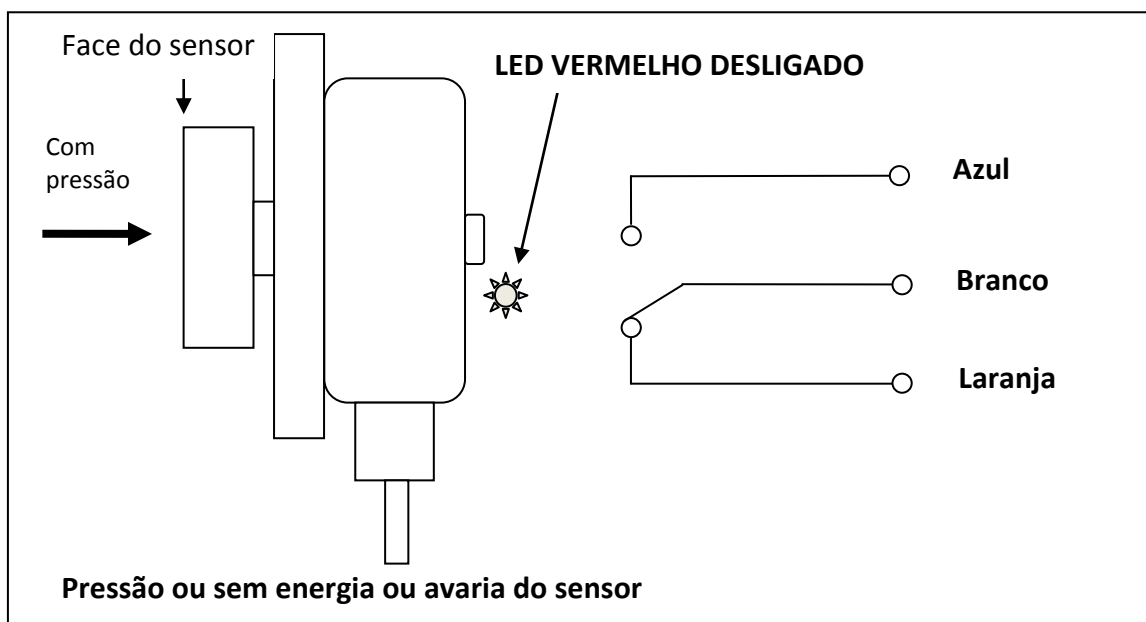
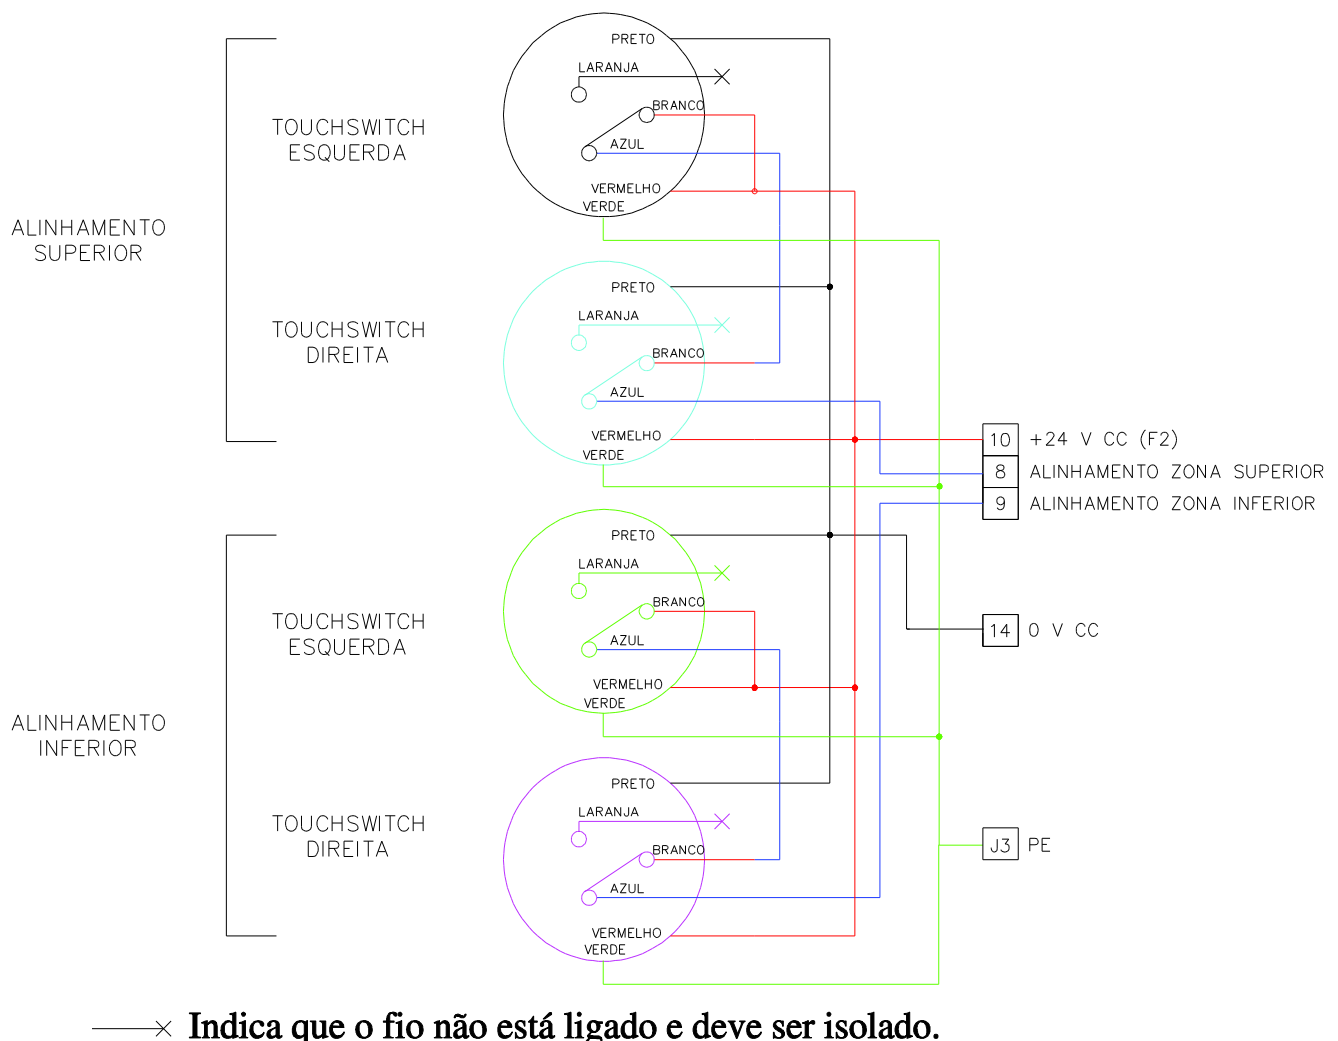

Figura 9 – TouchSwitch em estado de alarme
Figura 10 – Esquema de ligações elétricas do TouchSwitch
Trata-se de um interruptor de limites eletrónico. O sensor reage à pressão aplicada sobre a face do sensor. Se a **pressão for superior a 3,6 kg**, o sensor muda o relé para uma **condição de alarme** (consulte a Figura 10). Se o sensor estiver ligado corretamente, a funcionar e sem pressão sobre a face, energiza o relé e indica o estado OK com um LED iluminado (consulte a Figura 9).
- 1) Confirme que o LED de saída vermelho na estrutura do sensor (consulte a Figura 9) está LIGADO e a correia ou polia não toca no sensor.
- 3) Confirme que os alarmes e encerramento do sistema funcionam conforme esperado (consulte a Figura 10).